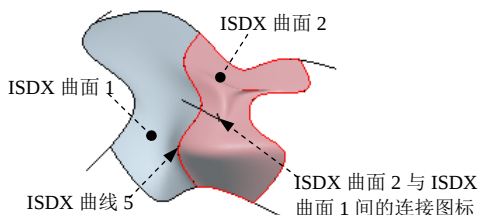

图 10.4.17 创建 ISDX 曲面 2
(1) 单击 **样式** 功能选项卡 **曲面** 区域中的“曲面”按钮 .
(2) 按住 Ctrl 键, 选取图 10.4.17 所示的 ISDX 曲线 2、曲线 3、曲线 4 和曲线 5, 此时系统便以这 4 条 ISDX 曲线为边界创建 ISDX 曲面 2, 如图 10.4.17 所示。注意: 此时在 ISDX 曲面 1 与 ISDX 曲面 2 的公共边界线 (ISDX 曲线 5) 上出现一个小小的图标, 这是 ISDX 曲面 2 与 ISDX 曲面 1 间的连接标记, 我们可以改变此图标的大小, 操作方法为: 在 **样式** 功能选项卡中选择 **操作**   **首选项** 命令, 在“造型首选项”对话框的 **曲面** 下的 **连接图标比例** 文本框中输入数值 4, 并按回车键。此时可看到图标变大, 如图 10.4.18 所示。
(3) 单击“造型: 曲面”操控板中的 , 完成 ISDX 曲面 2 的创建。